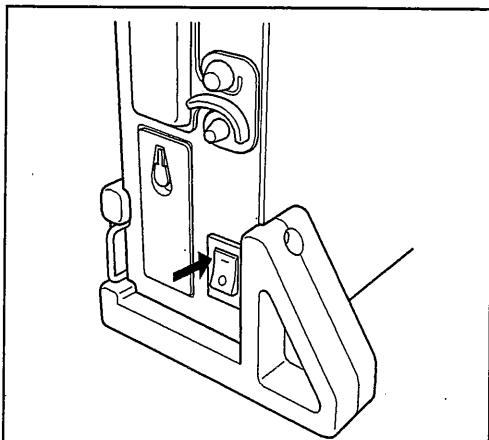

図 3.20
1. MX R 本体の電源スイッチの「|」側を押し、パネルの「POWER」が点灯し、電源が入ることを確認します（図 3.20 参照）。